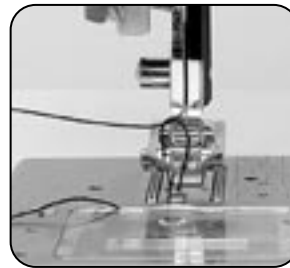

Fig. 1
3. Jale suavemente hacia arriba el hilo de la aguja [Fig. 1]. El hilo de la bobina, enlazado alrededor del hilo de la aguja, será jalado a través del hueco de la aguja.